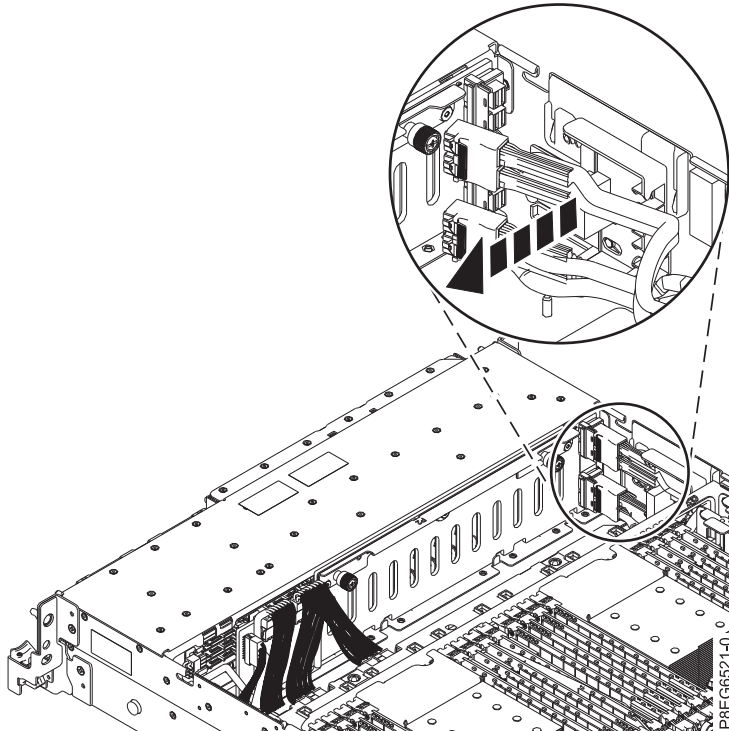

Figura 3. Cómo desencajar los cables SAS
4. Desencaje los cables SAS frontales de la guía de cables de la parte lateral del chasis del sistema, como se muestra en la Figura 3 en la página 6.